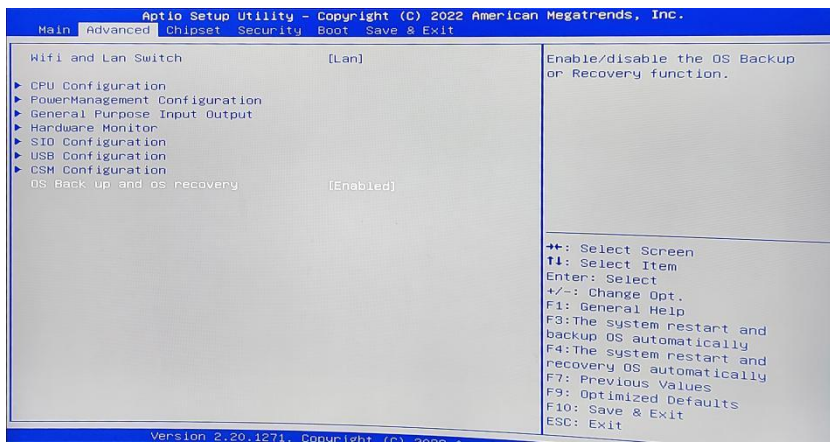

图 4 操作界面
(1) 检查工作：① 由于备份及还原操作过程中机器均不能外接存储设备，在操作之前务必先检查确认 USB 接口未连接外部存储设备，如 U 盘等，否则备份还原会出现错误；② 保证硬盘内存容量大小不小于 64G；
(2) 按电源键开机或上电开机后，连续重点击键盘上的 delete 键进入 BIOS，切换到还原操作界面（如图 4 所示）打开备份还原设置 OS Back up and os recovery, 更改状态为 Enable；